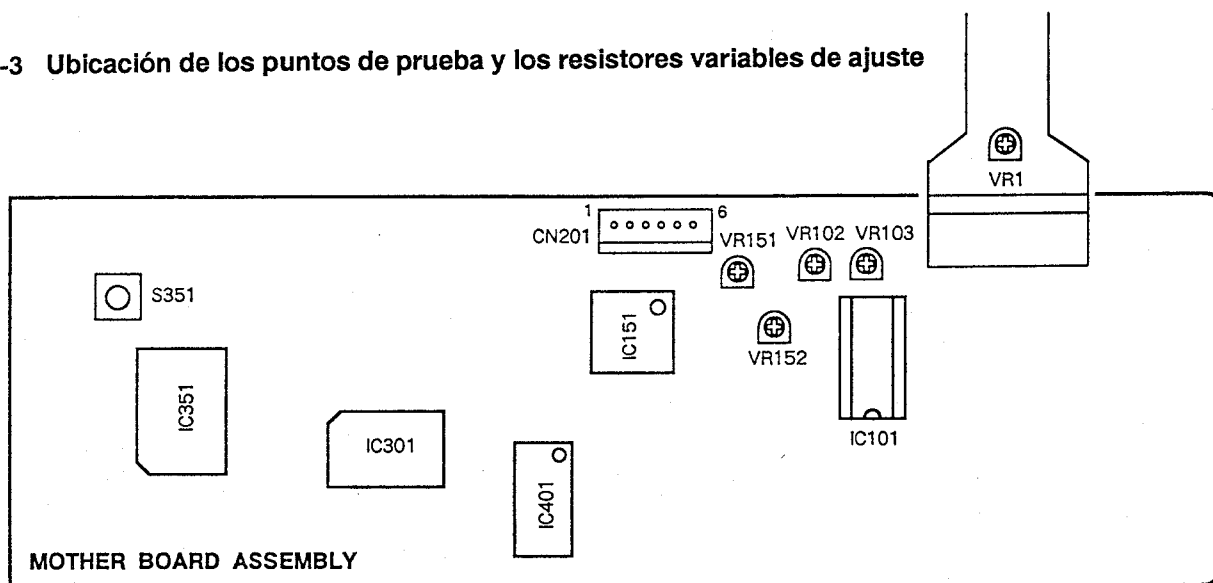

Figura 1 Lugares de Ajuste
2. Oprima el interruptor (S351) para el modo de prueba que se encuentra en el panel principal (Consulte la figura 1.)